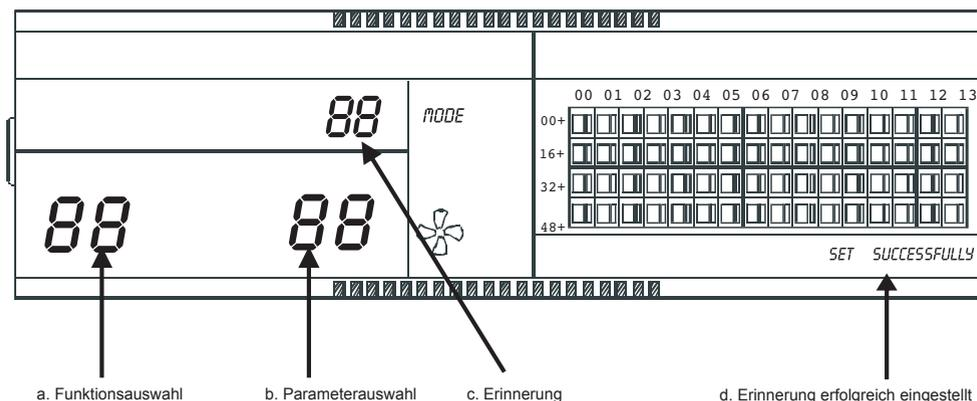

Abb. 2.9. Anzeige zur Erinnerung an die Filterreinigung.
Die angezeigten zwei Ziffern 88 (Abb. 2.9.c) gehen zu **FL** über.
① Stellen Sie den Wahlscheiben-Code 3 auf ON. Damit stellen Sie die optionale Funktion von Tabelle 2.1 ein. Schalten Sie dann die zentrale Steuerung ein. Drücken Sie nach einer Minute auf , halten Sie diese Taste gedrückt und drücken Sie dann zur Einstellung dieser optionalen Funktion auf . Die beiden angezeigten Ziffern 88 an der Funktionsauswahl (Abb. 2.9.a) blinken einmal pro Sekunde (die Standardanzeige ist 00). Der optionale Funktionscode erscheint (siehe Tabelle 2.2). Mit den Tasten und wählen Sie eine Funktion aus und mit einem Druck auf gelangen Sie zur Parameterauswahl.
② Nach getätigter Parameterauswahl leuchten die beiden Ziffern 88 und blinken einmal pro Sekunde (Abb. 2.9.b). Der optionale Parametercode erscheint. Mit den Tasten und wählen Sie die einzelnen Parameter aus.
③ Mit einem Druck auf bestätigen Sie die Parameterauswahl (die detaillierten Parametercodes finden Sie in Tabelle 2.3).
④ Nach erfolgreicher Einstellung leuchtet die ausgewählte Funktion – repräsentiert durch die beiden Ziffern 88 – und am Bildschirm sehen Sie „Set successfully“ (erfolgreich eingestellt, siehe Abb. 2.9 d). Nach drei Sekunden verlässt das System die Einstellung der optionalen Funktionen. Der Bildschirm kehrt zur Normalanzeige zurück.